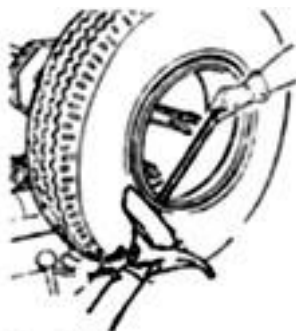

Fig 22
(5) (рис. 22) Подцепите край разъемного кольца монтировкой, и, удерживая его, подведите диск для отрыва борта под образовавшийся зазор между кольцом и ободом. Вращайте колесо против часовой стрелки, чтобы полностью снять разъемное кольцо.